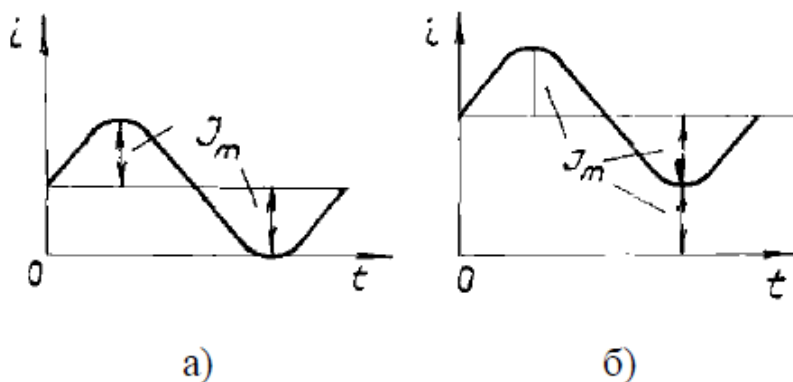

Рис. 10.2 Формы тока, протекающего через приборы
3. Определите показания электромагнитных приборов, включённых в схемы, представленные на рис. 10.2(а, б), если к входным клеммам этих схем приложено: